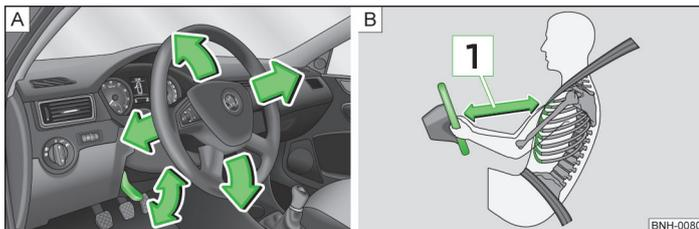

Fig. 62 Volant réglable : Manette sous la colonne de direction/distance de sécurité au volant
- Le conducteur doit se tenir à une distance minimum de 25 cm **[1]** » fig. 62 - **[B]** » page 69 du volant. Les airbags ne peuvent pas vous protéger si vous en êtes plus près - danger mortel !
- Rabattez la manette sous le volant vers le bas » fig. 62 - A.